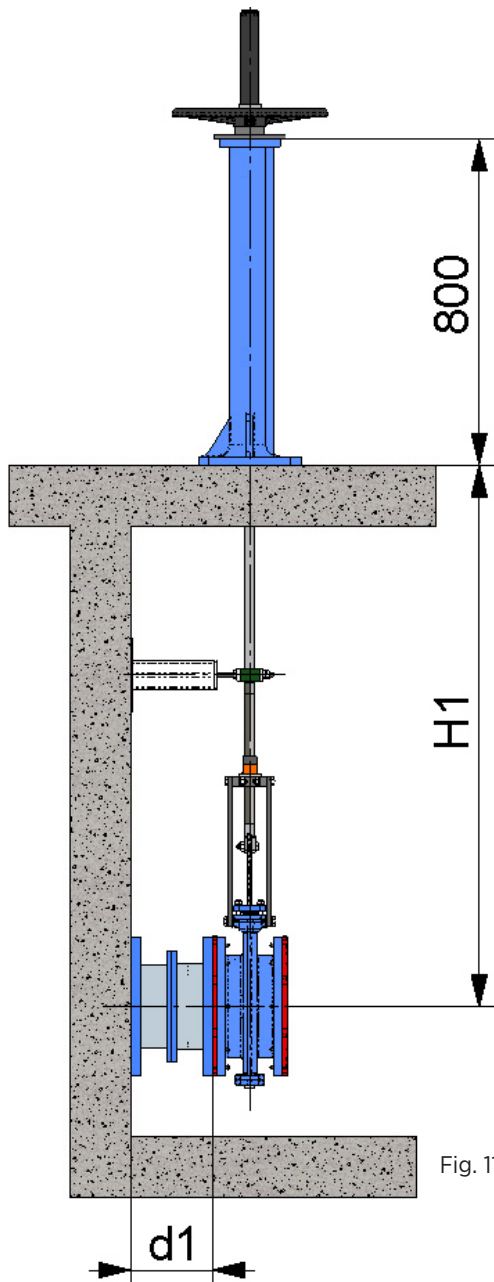

Fig. 11
3.-EXTENDED SUPPORT PLATES (Fig 11)